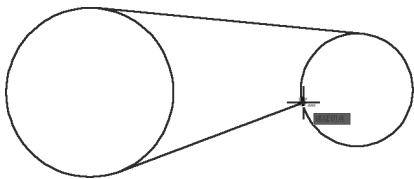

图 4-35 捕捉第二个切点
(3) 单击“默认”选项卡“绘图”面板中的“直线”按钮，绘制公切线。同样利用对象捕捉快捷菜单中“切点”命令，捕捉切点，图 4-35 所示为捕捉第二个切点的情形。